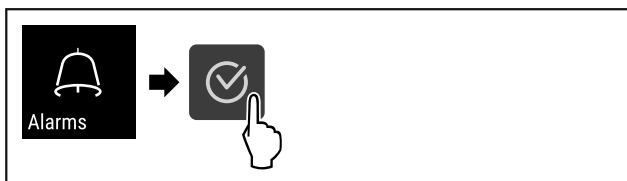

Fig. 103
- ▶ Provedte akční kroky (viz Fig. 103) .